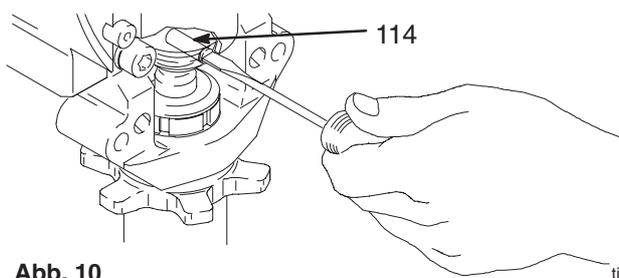

Abb. 10
3. Abb. 10. Mit einem Schraubenzieher die Haltefeder nach oben drücken und den Stift herausdrücken.
2. Abb. 10. Stift (21) in das Loch drücken. Und Haltefeder in die Nut rings um die Verbindungsstange drücken.